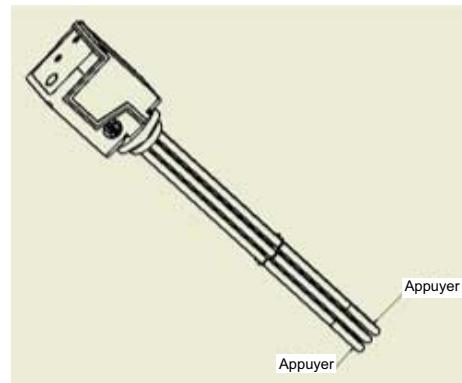

Fig.1.2: Montage du chauffage vissé (fig. du chauffage vissé similaire)
- 1) Monter le chauffage vissé CEHK. Lors de l'introduction du chauffage dans le manchon, comprimer légèrement à la main les tubes (voir Fig. 1.2).